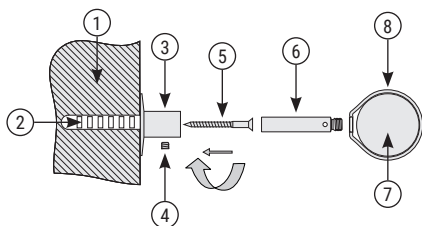

Рис.2
- 3.4. В отмеченных местах просверлить отверстия необходимого диаметра и закрепить кронштейны с помощью саморезов и дюбелей (рис. 2, 3).
- 3.5. Осуществить установку полотенцесушителя, насадив его на шпильки и зафиксировать, используя стопорные винты в корпусе кронштейна (рис. 2, 3).
| 4.2. Кронштейн телескопический (рис. 2, 3 в зависимости от модели)..... | 1 к-т |